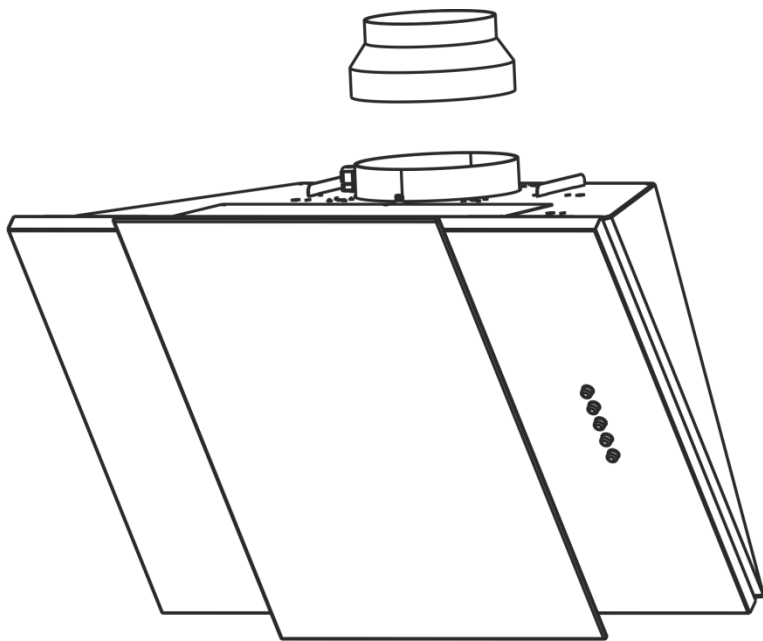

Рис.6.1
6.8 Установіть на патрубку витяжки перехідник повітроводу (Ø150/120) (**рис.6.1**).